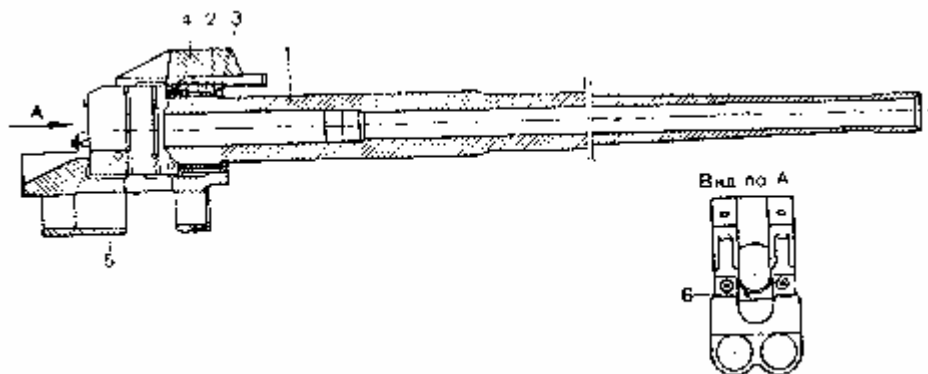
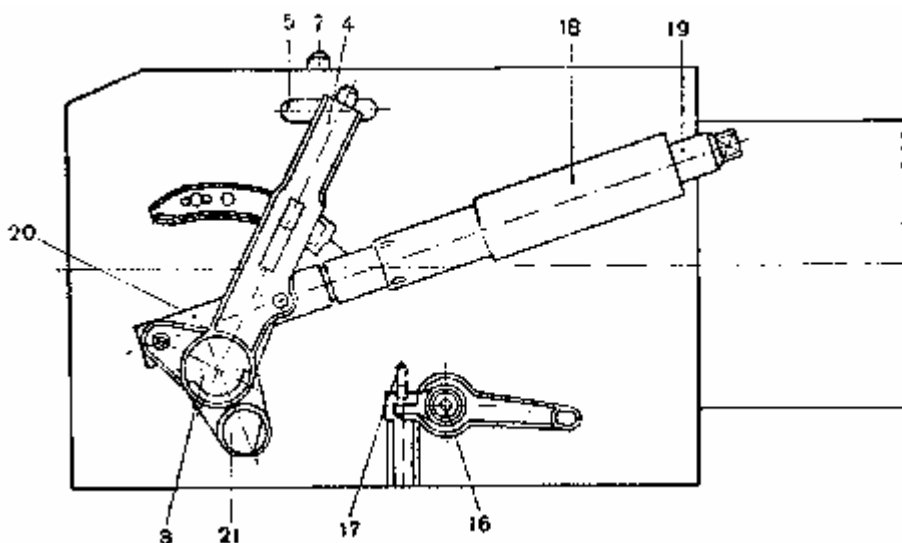
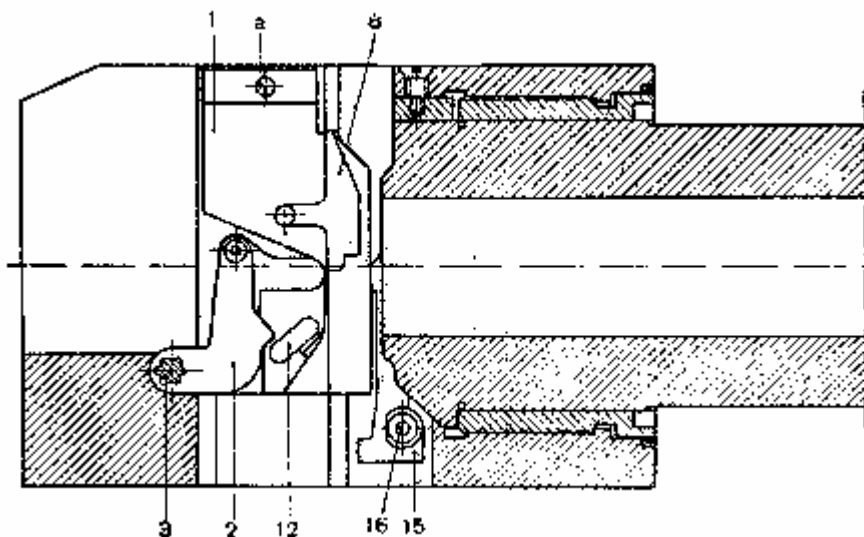

Рис.174. Ствол:
Рис. 175. Казенник (вид справа):
Рис. 176. Вертикальный разрез казенника:
Ствол состоит из следующих основных частей (рис. 174): трубы 1, казённика 2, муфты 3 казённика, накладки 4 и обоймы 5. Труба 1 на казённом срезе имеет скос под ось выбрасывателей и выточки для лапок выбрасывателей, а на дульном срезе — взаимноперпендикулярные риски для крепления нитей при проверке прицельных приспособлений.
Запирающий механизм (рис. 175 и 176) состоит из клина 1, кривошипа 2 с роликом, оси 3 кривошипа, стопора 6 оси кривошипа (рис. 174), рукоятки 4 (рис. 175) затвора, упора 5 клина со стопором 7 упора.
Клин 1 (рис. 176) имеет вид четырёхгранной призмы с вырезом (лотком) сверху для направления патрона при зарядании. Внутри 1 клина (в гнезде) собран ударный механизм. В центре передней плоскости клина имеется отверстие для выхода бойка ударника.
Ось 3 кривошипа помещается в гнезде казенника и от смещения удерживается стопором 6 (рис. 174), головка которого выходит наружу за задний срез казенника.
Кривошип 2 (рис. 176) надевается на ось кривошипа и от поворота на ней удерживается шлицами.
Рукоятка 4 (рис. 175) надевается на конец оси кривошипа. Она служит для открывания затвора.
Выбрасывающий механизм (рис.176) предназначен для выбрасывания из патронника стреляной гильзы. Он состоит из двух выбрасывателей 15 (правого и левого), оси 16 выбрасывателей и поджима 17 (рис. 175)
выбрасывателей с пружиной. Каждый выбрасыватель имеет: верхние выступы, которые удерживают клин в нижнем положении, нижние выступы, до которым ударяют кулачки 8 (рис. 176), и захваты, которые захватывают гильзу за фланец и при открывании затвора выбрасывают её из патронника. Ось 16 выбрасывателей имеет шпонку для соединения с выбрасывателями и рычаг, который служит для сбрасывания выбрасывателей с кулачков клина вручную. Поджим 17 (рис. 175) выбрасывателей с пружиной все время поджимает выбрасыватель к клину.
Закрывающий механизм полуавтоматики предназначен для автоматического закрывания затвора после досылки очередного патрона в патронник. Он состоит (рис. 175) из упорного стакана 18, регулирующей гайки 19, нажимного стакана 20, закрывающей пружины и кулачка 21 полуавтоматики.
- б) вставить в отверстие а в клине (рис. 176) ручку для вынимания клина и вытащить клин за ручку вверх.